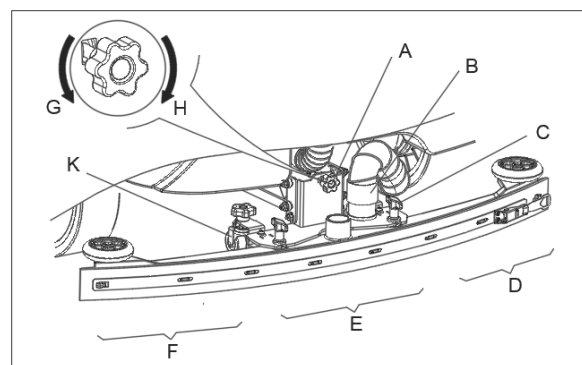

Figure 10
1. Installer la raclette et serrer les écrous (C, Figure 10), puis raccorder le tuyau d'aspiration (B) à la raclette.
2. Régler la raclette par la molette de réglage de la raclette (A).
- a) En cas d'écart entre le sol et la section centrale de la lame de raclette arrière (E), régler la molette (A) dans le sens des aiguilles d'une montre (H) jusqu'à ce que toutes les sections de la lame de raclette arrière soient en contact avec le sol et que la lame avant touche à peine le sol.
- c) En cas d'écart entre le sol et les deux sections finales de la lame de raclette arrière (D et F), régler la molette (A) dans le sens contraire des aiguilles d'une montre (G) jusqu'à ce que toutes les sections de la lame de raclette arrière soient en contact avec le sol et que la lame avant touche à peine le sol.